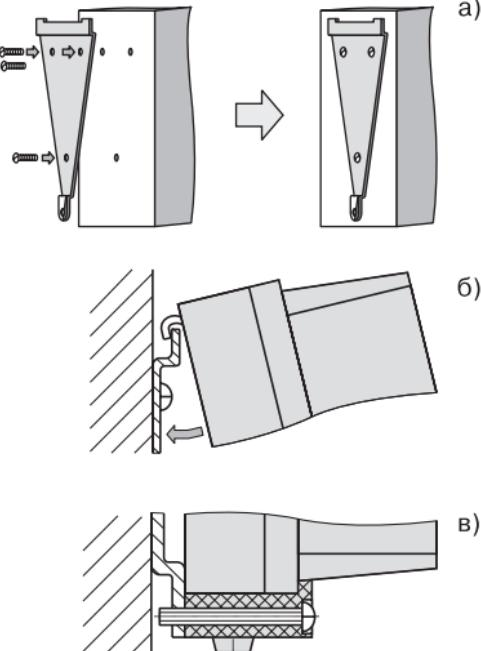

Рис. 12
1. Закрепить кронштейн тремя винтами M4 на поверхности, предназначенной для установки прибора (см. прил. А и рис. 12, а).
2. Зацепить крепежный уголок на задней стенке прибора за верхнюю кромку кронштейна (рис. 12, б).
3. Прикрепить прибор к кронштейну винтом M4 x 35 из комплекта поставки (рис. 12, в).